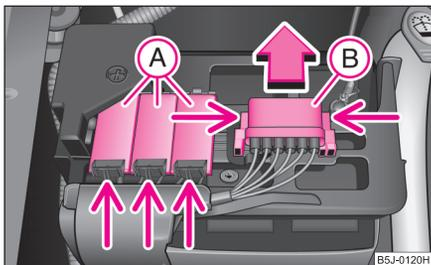

Abb. 182 Batterie:
- Drücken Sie auf die Verrastungen der Sicherungsabdeckungen (A) ⇒ Abb. 182 und klappen Sie die Abdeckungen auf.
- Drücken Sie die Verrastungen der Sicherungsabdeckung (B) gleichzeitig zusammen und schieben Sie die Abdeckung in Pfeilrichtung heraus.
- Einige Fahrzeuge sind nur mit der Abdeckung (B) ausgestattet ⇒ Abb. 182. ■